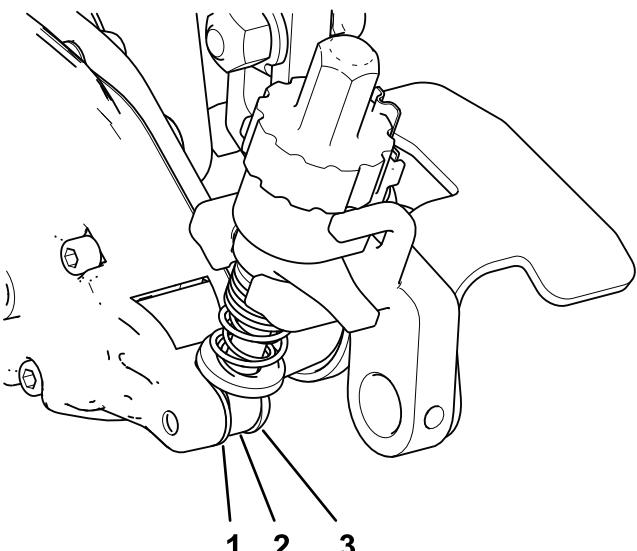

図 22
4. グルーマ駆動ボックス側で、刈高ブラケットのアジャスタームをグルーマ駆動ボックスの内側にセットし、ショルダーボルトと硬化ワッシャを使って図 22のように固定し、ショルダーボルトを 16-22 Nm 1.7-2.2 kg/m = 12-16 ft-lbにトルク締めする。